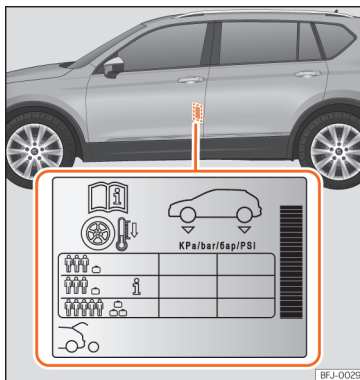

Abb. 253 Einbauort des Aufklebers für den Reifenfülldruck.
- Passen Sie bei größerer Zuladung den Reifenfülldruck entsprechend an »» **Abb. 253**.
Die Angaben zum Reifendruck befinden sich auf einem Aufkleber an der B-Säule der Fahrertür »» **Abb. 253**.
Je nach Fahrzeug kann der Reifenfülldruck auf halbe Last eingestellt werden, um den Fahrkomfort zu verbessern (Reifendruck **i** »» **Abb. 253**). Beim Fahren mit Komfort-Reifendruck kann sich der Kraftstoffverbrauch leicht erhöhen.
Der Reifendruck muss der aktuellen Fahrzeugbelastung angepasst werden. Wenn das Fahrzeug voll beladen werden soll, muss der Reifenfülldruck entsprechend dem auf dem Reifenfülldruck-Aufkleber »» **Abb. 253** angegebenen maximalen Wert erhöht werden.
Füllen Sie bei einem minimierten Notrad [125/70 R18] auf einen Druck von 4,2 bar, gemäß Angabe auf dem Aufkleber mit den Reifendruckwerten »» **Abb. 253**.
- Der Fahrer ist verantwortlich für den richtigen Reifenfülldruck an allen Reifen am Fahrzeug. Der empfohlene Reifenfülldruck befindet sich auf einem Aufkleber »» **Abb. 253**.
- Immer den richtigen Reifenfülldruck am kalten Reifen einhalten, wie auf dem Aufkleber angegeben »» **Abb. 253**.